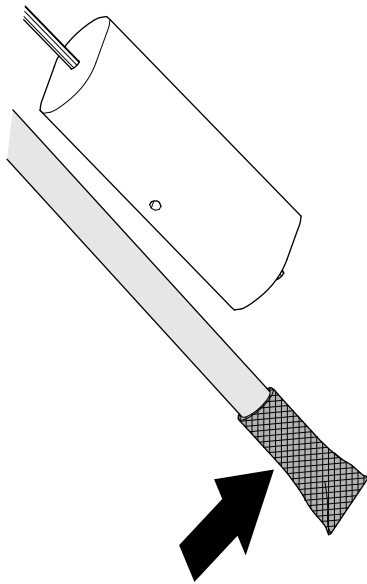

Figure 92
1. Nettoyez la crépine au bout du tube d'admission de carburant (Figure 92).